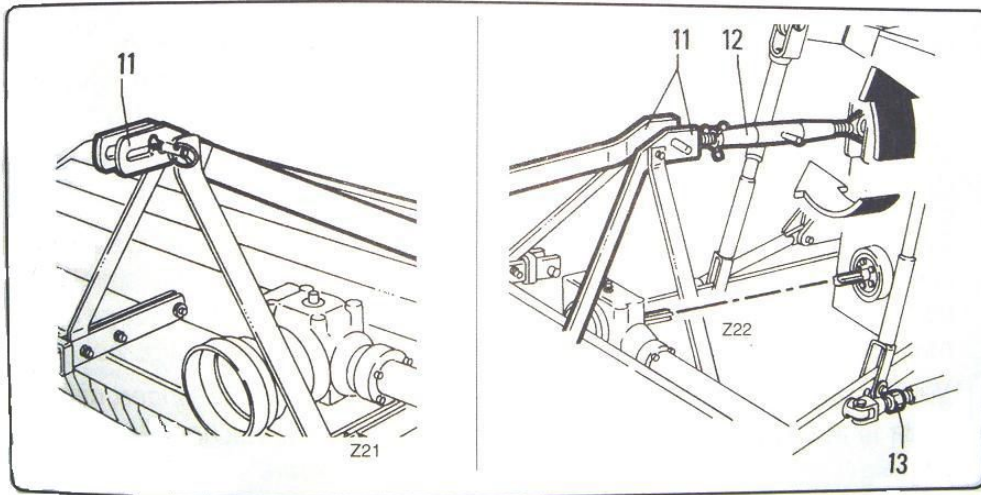

fig. 4.2.2
- Fixer la tige supérieure « 12 » fig. 4.2.2 de l'attelage à trois points « 11 » et la régler jusqu'à ce que la prise de force de l'outil soit parallèle au sol.